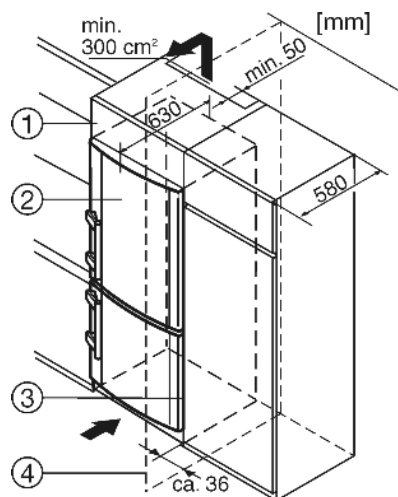

Fig. 10
(1) Дополнительный шкафчик
(2) Устройство
(3) Кухонный шкаф
(4) Стенка
Устройство может быть окружено предметами кухонной обстановки. Чтобы уравнивать устройство Fig. 10(2) по высоте с кухонной стенкой, можно установить над устройством соответствующий дополнительный шкафчик Fig. 10(1).
При комбинировании с обычными кухонными шкафами (глубина макс. 580 мм) устройство можно установить непосредственно рядом с кухонным шкафом Fig. 10(3). Дверца устройства выступает по сторонам на 34 мм и по центру устройства на 50 мм относительно передней стенки кухонного шкафа. Поэтому ее можно свободно открывать и закрывать.
Если устройство установлено на шарнирах у стены Fig. 10(4), то расстояние между устройством и стеной должно быть не менее 36 мм. Настолько выступает ручка при открытой дверце.